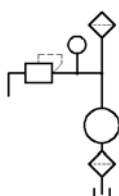
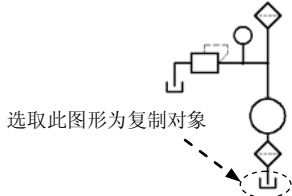

图 17.8.15 绘制直线(三)
图 17.8.16 复制图形(二)
(8) 绘制直线。
① 切换图层。在“图层”面板中选择“轮廓线层”图层。
② 用 **绘图(D)** → **直线(L)** 命令，选取矩形的左边线中点为起点，绘制水平长度值为 17、垂直长度值为 24 的直线(图 17.8.15)。
(9) 复制图形。
① 确认状态栏中的 **正交模式** 按钮处于关闭状态，**极轴捕捉** 按钮处于显亮状态。
② 选择下拉菜单 **修改(M)** → **复制(C)** 命令，选取 Step1 中的步骤(1)绘制的直线(一)为复制对象并按 Enter 键，选取水平直线的中点为基点，将其放置在图 17.8.16 所示的位置。